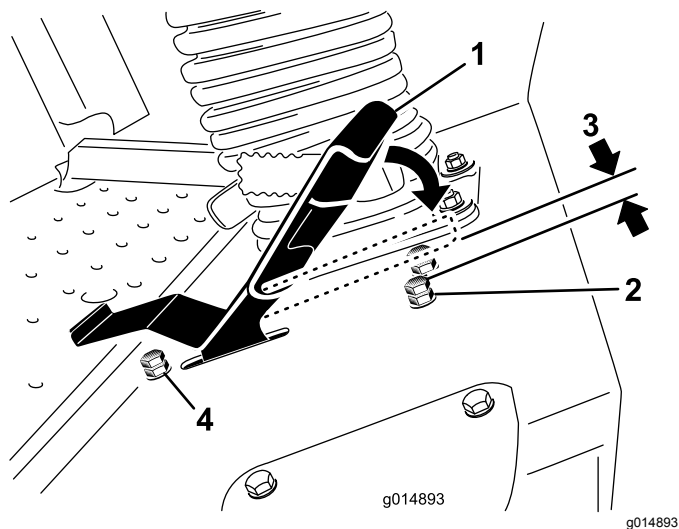

Рисунок 50
3. Отпустите контргайку на упорном болте педали тяги (Рисунок 50).